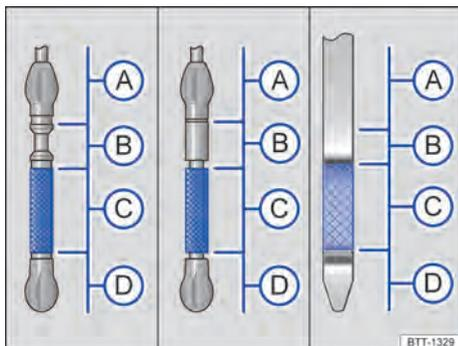

Fig. 173 Marcações do nível do óleo do motor na vareta de medição do óleo (variantes).
6. Retirar novamente a vareta de medição do óleo do motor e ler o nível no óleo do motor na vareta de medição da seguinte maneira → Fig. 173:
12. Ao final do processo de reabastecimento, o nível do óleo do motor deve se situar no mínimo no meio da faixa → Fig. 173 C. O nível não deve se situar acima de C, estar na faixa B e não pode estar na faixa A → Página 246.
- Se, por descuido, tiver sido reabastecido excesso de óleo do motor e se, depois disso, o nível do óleo do motor se encontrar na faixa → Fig. 173 A, não dar a partida no motor. Notificar uma empresa especializada e, se necessário, procurar auxílio técnico especializado. Caso contrário, o catalisador e o motor podem ser danificados!
O nível do óleo do motor não deve estar acima da faixa → Fig. 173 B. Caso contrário, o óleo pode ser aspirado pelo dispositivo de ventilação do cárter e chegar à atmosfera por meio do sistema de escape.